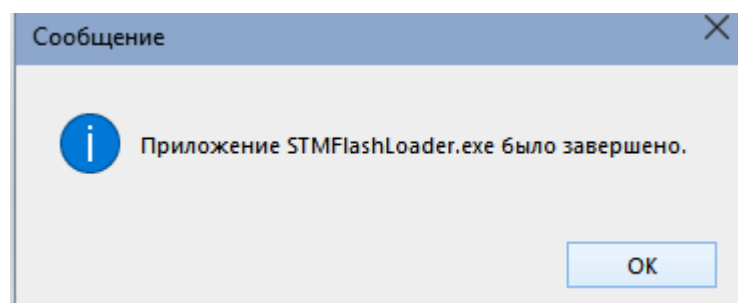

Рисунок 19. Сообщение об успешном обновлении.
7.6 После успешного обновления ПО отобразится окно (Рисунок 19)